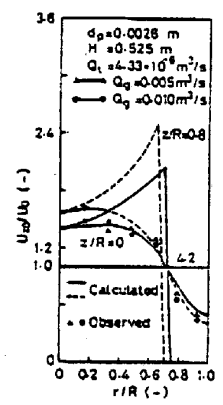
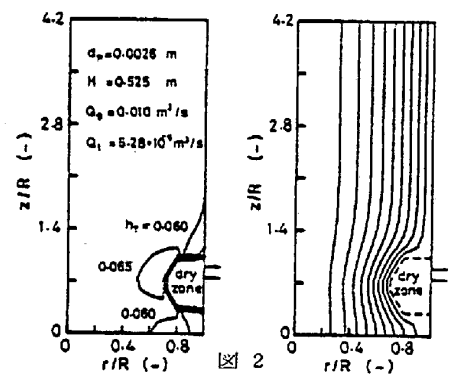
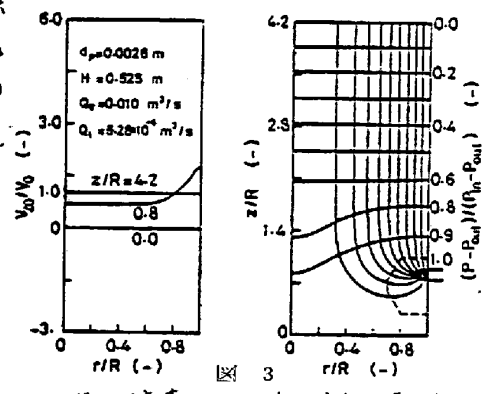

図1 水分布に及ぼすガス流量の効果
図2 (a) 全ホルダアップ (b) 液流線
図3 (a) ガスの流速 (b) 流線と等圧線
4. 結果と考察 (1)~(4)式から算出した水流速分布の値と実測値の比較を図1に示す。層底( $z/R=0$ )では両者は比較的良く一致している。全hold-upの計算値と液の流線を図2に示す。この系の平均液流速に対する $h_T$ は0.055程度だから、乾域の回り、液の流線が集中し、 $h_T$ が大きくなっている。液の流線分布の計算結果は、トレーサーで調べた流下径路とほぼ一致する。図3にガスの流速分布と流線と等圧線の計算結果を示す。等圧線の計算結果は、誤差10%の範囲で実測値と一致した。ガスと液の流量を変えても、気体流線は乾域のすぐ近傍を除いてほとんど変化しない。